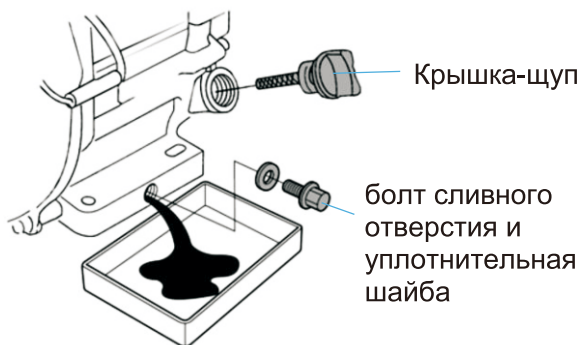

Рис. 20
1. Подготовьте емкость для слива отработанного масла и разместите ее под сливным болтом на картере двигателя. Отверните сливной винт для слива масла (см. рис. 20). Чтобы масло легче сливалось снимите крышку-щуп с горловины патрубка для заливки масла.